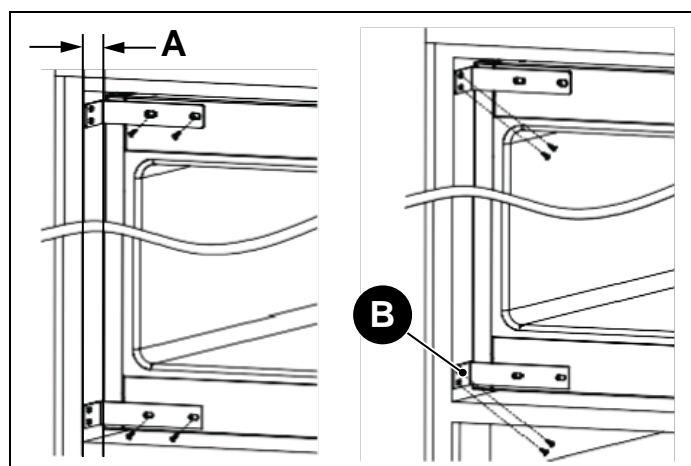

Fig. 10
- 2) Öppna dörren och håll ett avstånd på 40,5 mm mellan vinkylens front och skåpsnischens yttre kant, se Fig. 10 . Montera anslutningsstiften vid apparaten med M5x13 flänsbultar.